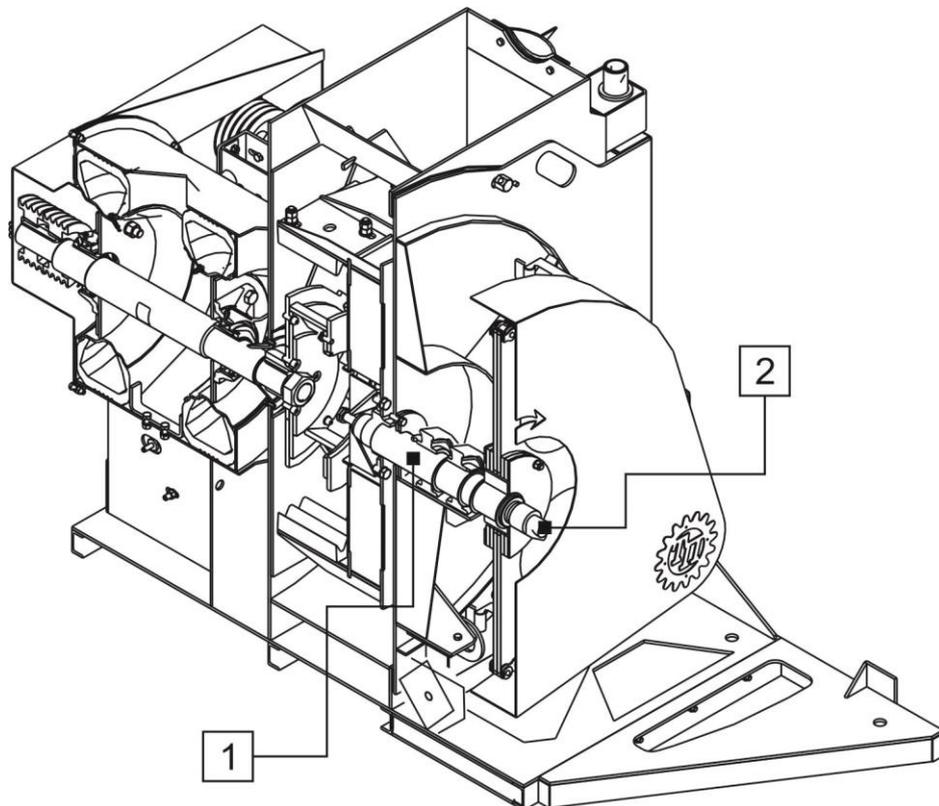

Рис. 7
предназначен для ввода жидких добавок в камеру помола, а именно в центр ротора-ускорителя. Подача осуществляется по полуму вала элеватора, через ротационное соединение (Рис. 7). Ротационное соединение HD-20(R3/4) может быть установлено потребителем самостоятельно, для чего необходимо выкрутить заглушку резьбового отверстия вала (1) элеватора и установить на его место ротационное соединение (2).